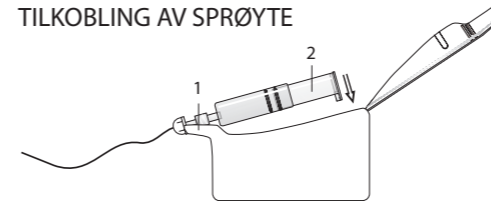

Fig. 3. Posisjonering av sprøyte i pumpen.
4. Sett sprøyten inn i pumpen ved å sette inn fremre del først (1). La sprøyten falle på plass slik at stempelet (2) kommer på linje med styreskruen (se Fig 3).